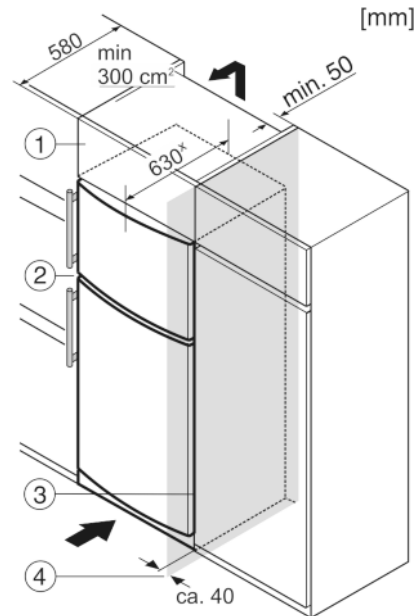

Fig. 9
Устройство может быть окружено кухонными шкафами. Чтобы уравнять устройство Fig. 9 (2) по высоте с кухонной стенкой, можно установить над устройством дополнительный шкафчик Fig. 9 (1).
При комбинировании с кухонными шкафами (глубина макс. 580 мм) устройство можно установить непосредственно рядом с кухонным шкафом Fig. 9 (3). Устройство выступает сбоку на 34 мм\* и по центру на 50 мм\* относительно передней стенки кухонного шкафа.
Если устройство установлено на шарнирах у стены Fig. 9 (4), то расстояние между устройством и стеной должно быть не менее 40 мм. Настолько выступает ручка при открытой дверце.